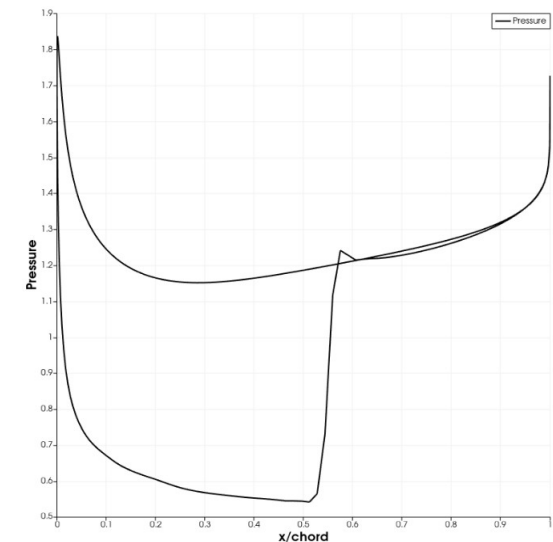

Fig. 13 Pressure Polt
- Fig. 12의 상부 표면 전방에서 국소 마하수는 빠르게 증가하며, Fig. 13 에서도 $x/c = 0$ 부근에서 상부 곡선이 급격히 상승하는 것을 확인할 수 있다.
- **Fig. 13 (Mach Plot):** 앞전 가속 - 초음속 구간 - 충격파 통과 후 아음속 전환의 흐름이 뚜렷이 나타남